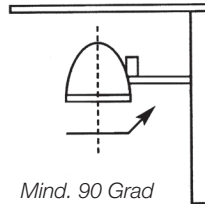

Abb. 3B
**Warnung:** Die Leuchte nicht auf brennbare Flächen richten (Abb. 3B,C).